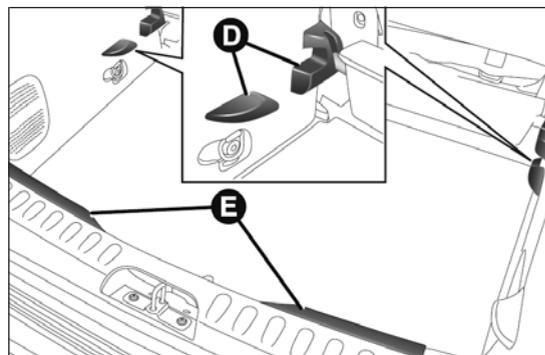

fig. 95
- puis repositionner correctement le plan B dans les logements D fig. 95 correspondants situés sur les flancs latéraux et sur la traverse arrière E.